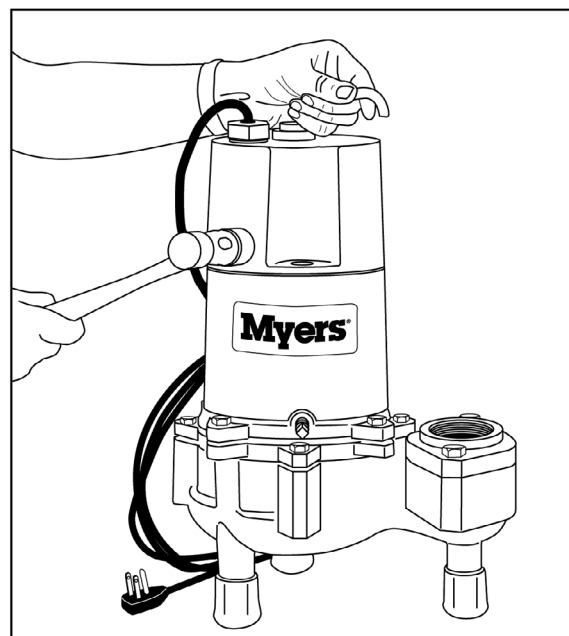

FIG. 9
2. Saque los pernos de la caja del condensador y golpee la caja con un martillo de plástico para aflojarlos. Fig. 9